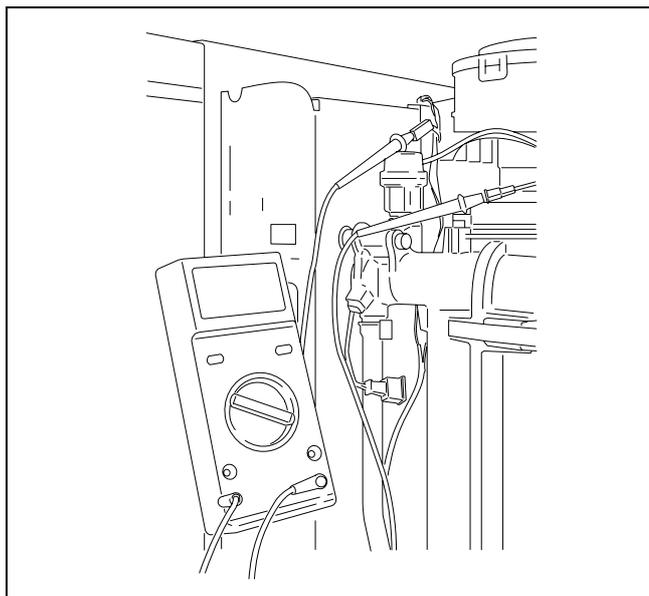

Fig. 32 Misurazione della corrente di ionizzazione
### 6.2.12 Misurazione della corrente di ionizzazione (fig. 32)
- Scollegare la spina dell'elettrodo di ionizzazione e collegare in serie lo strumento di misurazione (fig. 32).